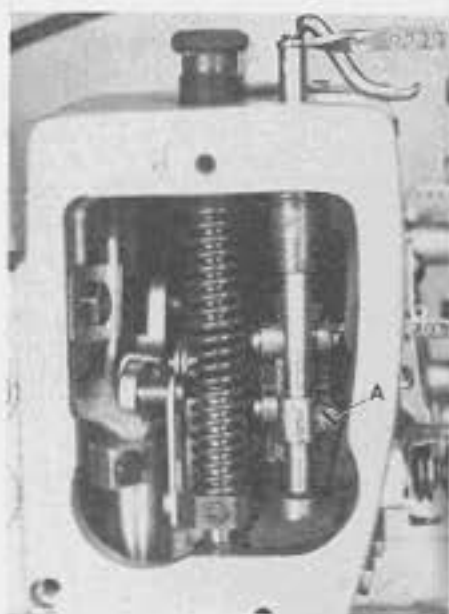
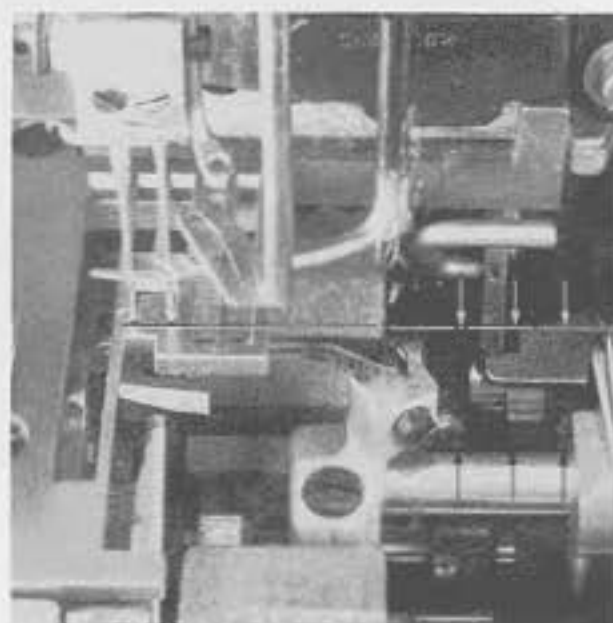
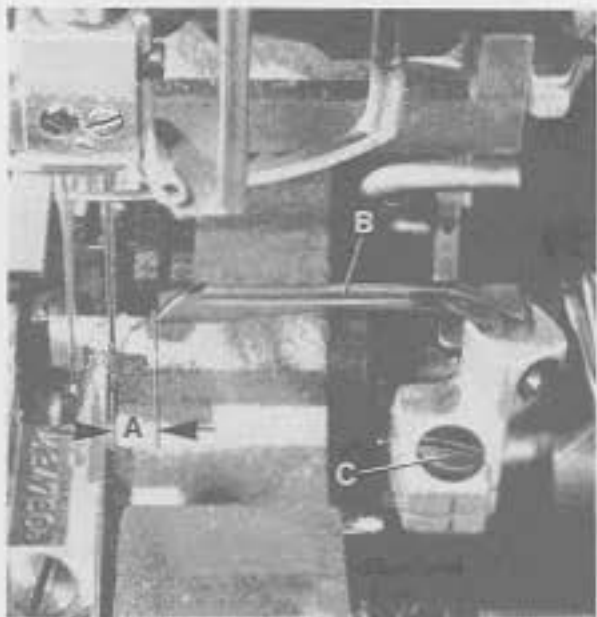
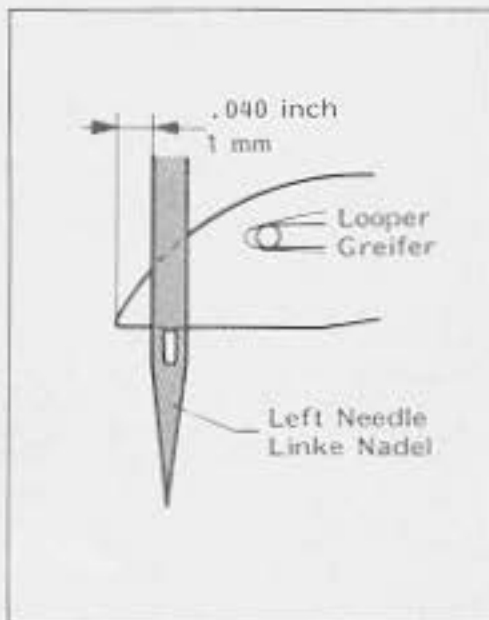

Fig.16
Fig.17
Fig.18
Fig.19
3. Loosen screw (A, Fig. 16) and turn needle bar as required, so the needles center in the needle holes of throat plate and are parallel to the looper shaft (see Fig. 17). This can be checked by holding a ruler against the needles.
4. Retighten screw (A, Fig. 16).
Turn the pulley until the looper (B, Fig. 18) is at its farthest position to the right. In this position the distance (A, Fig. 16) from the center of the right needle to the point of looper should be 4,8 mm ( $3/16$  in.) on the two-needle 8, 10 and 12 gauge styles and 4,0 mm ( $5/32$  in.) on the three-needle 16 gauge styles. Looper gauges No. 21225-3/16 and No. 21225-5/32 can be used advantageously in making this setting.
The height of needle bar is correct, when the looper point at its travel from right to left is 1 mm (.040 in.) left of the left needle (see Fig. 19) and the top of the needle eye is flush with the underside of the looper. For adjustment loosen screw (A, Fig. 16) and move needle bar up or down as required. Retighten screw (A).
\* The needle bar can also be aligned and set to height without removing the Metering Device. For this, remove plug (Q, Fig. 57) in the head cover plate to have access to screw (A, Fig. 16) in the needle bar connection. Remount the plug.
3. Lösen Sie die Schraube (A, Fig. 16) und drehen Sie die Nadelstange so, daß die Nadeln mittig in die Stichlöcher der Stichplatte einstechen und parallel zur Greiferwelle stehen (siehe Fig. 17). Dies kann durch Anlegen eines Lineals an die Nadeln geprüft werden.
4. Ziehen Sie die Schraube (A, Fig. 16) wieder an.
Drehen Sie am Handrad bis der Greifer (B, Fig. 18) in seiner rechten Einstellung ist. In dieser Stellung muß der Abstand (A, Fig. 18) zwischen Mitte rechter Nadel und Greiferspitze 4,8 mm ( $3/16$  in.) bei den Zweinadel 8, 10 und 12 gauge Maschinen und 4,0 mm ( $5/32$  in.) bei den Dreinadel 16 gauge Maschinen sein. Die Greifereinstelllehren Nr. 21225-3/16 und Nr. 21225-5/32 erleichtern diese Einstellung.
Die Nadelstangenhöhe ist richtig eingestellt, wenn die Greiferspitze bei ihrem Weg von rechts nach links 1 mm links der linken Nadel steht (siehe Fig. 19) und Oberkante Nadelöhr und Unterkante Greifer in gleicher Höhe stehen. Lösen Sie für diese Einstellung die Schraube (A, Fig. 16) und schieben Sie die Nadelstange nach Bedarf nach oben oder unten. Ziehen Sie die Schraube (A) wieder an. Beachten Sie, daß bei dieser Einstellung die Nadelstange nicht verdreht wird.
\* Die Nadelstange kann auch ohne Abbau der Zumeßeinrichtung (Metering Device) ausgerichtet und auf die Höhe eingestellt werden. Entfernen Sie dazu den Verschlußstopfen (Q, Fig. 57) in der Kopfdeckelplatte, damit die Schraube (A, Fig. 16) im Nadelstangen-Mitnehmer zugänglich wird. Montieren Sie den Verschlußstopfen wieder.
For adjustment loosen clamp screw (C, Fig. 18) and rotate the looper holder as required. Retighten the clamp screw. Always check the looper gauge setting after setting the looper to back of the needle, and conversely, always check the setting of the looper to the back of the needle after setting the looper gauge.
Zur Einstellung lösen Sie die Protzschraube (C, Fig. 18) und verdrehen den Greiferhalter entsprechend. Ziehen Sie die Schraube wieder an. Überprüfen Sie immer den Greiferabstand nachdem Sie den Greifer zur Nadeldrückseite eingestellt haben und umgekehrt, prüfen Sie immer die Stellung des Greifers zur Nadeldrückseite, wenn Sie den Greiferabstand eingestellt haben.